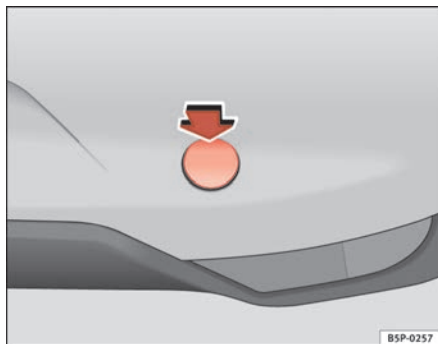

Fig. 207 Tapa de la argolla de remolque trasera
- Libere la tapa pulsando la parte superior de la misma en el sentido de la flecha ⇒ fig. 207 .